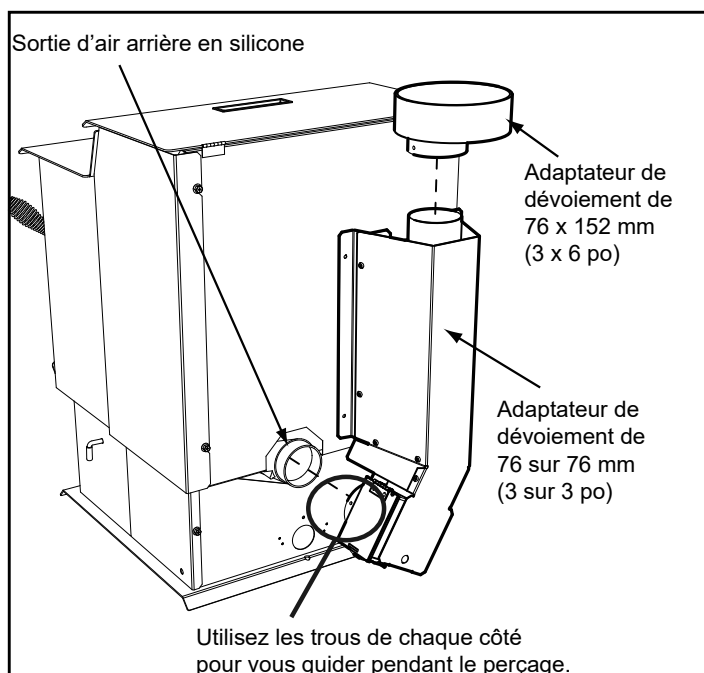

Figure 22.1
1. Enduisez la sortie d'air de 76 mm (3 po) d'une couche de silicone haute température. **Ne pas mettre de silicone à l'intérieur du tuyau. Figure 22.1.**
2. Glissez l'adaptateur supérieur de ventilation sur la sortie d'air et placez l'assemblage en position verticale. **Figure 22.1.**
3. Percez 4 trous au moyen de la mèche no 26 (fournie) dans la face arrière de l'appareil en utilisant l'écran extérieur comme gabarit (assurez-vous que l'assemblage soit en position verticale). **Figure 22.1.**
5. Percez 2 trous au moyen de la mèche n° 26 à travers la sortie d'air arrière, en vous guidant sur les 2 trous déjà percés dans le court tuyau horizontal de l'adaptateur supérieur de ventilation. Installez les 2 vis. **Figure 22.1.**
7. Pour nettoyer l'adaptateur supérieur de ventilation, ouvrez le couvercle de nettoyage. **Figure 22.1.**